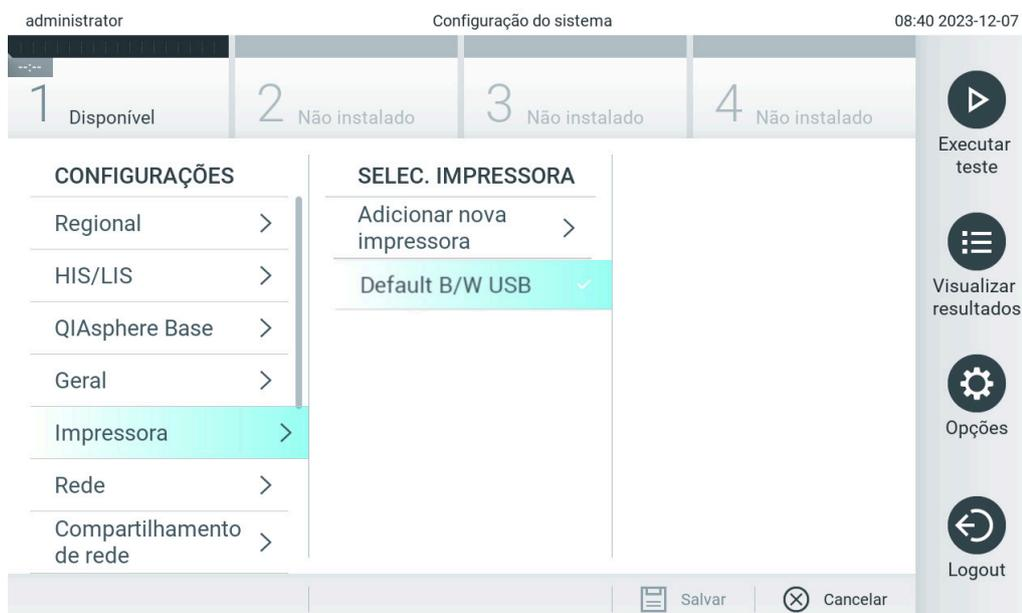

Figura 103. Instalação da impressora com driver padrão
2. Selecione a impressora padrão chamada Default B/W USB (USB padrão P/B) (Figura 103)